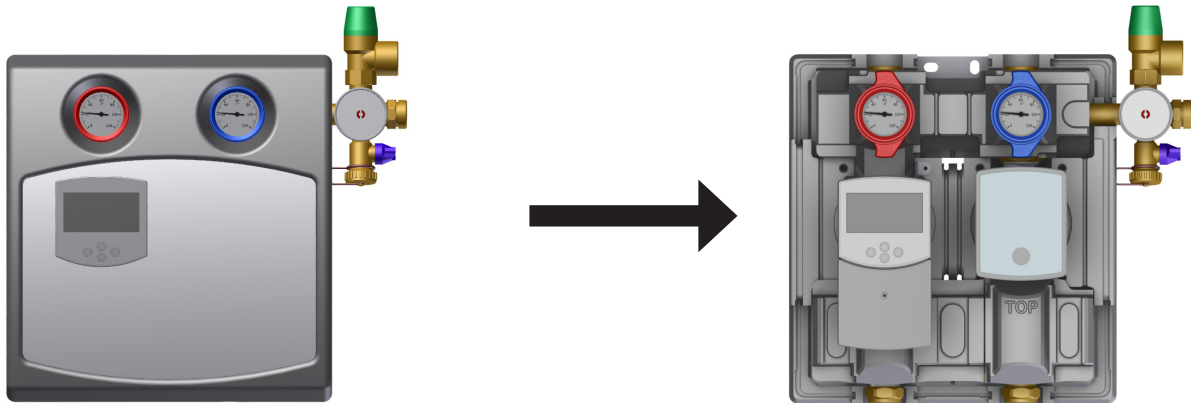

Abb. 4: Verkleidung demontieren (dargestellt am Typ 8130 + Regler)
- Demontieren Sie die vordere Verkleidung der Solarstation (siehe Abb. 4 auf Seite 10).